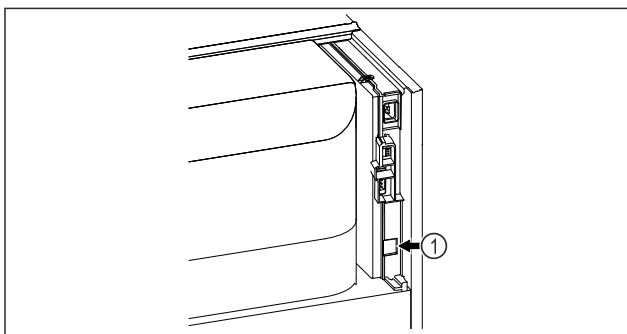

Fig. 144
- Използва се SmartModule Fig. 144 (1).